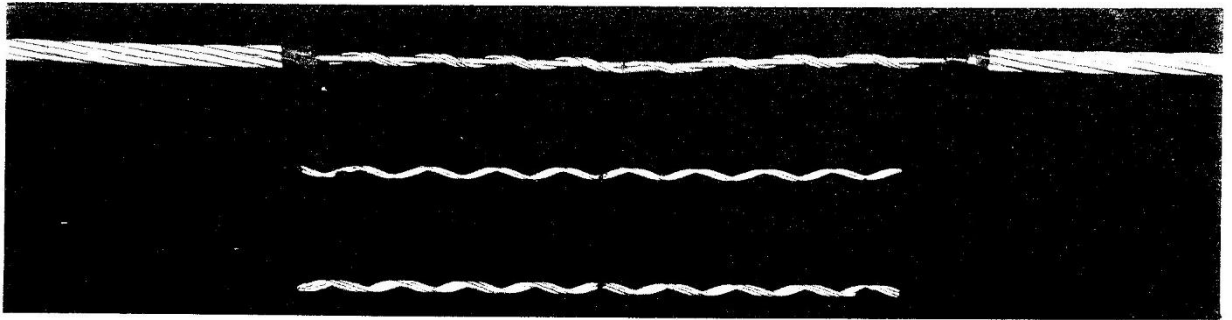

Рисунок 3.
3. Расположите край другой части соединяемого провода таким образом, чтобы оба соединяемых края располагались не далее 1,5мм друг от друга. Держите его крепко, надавливая большим пальцем руки, и полностью накрутите подгруппу на вторую часть сердечника. (Рисунок 3.)